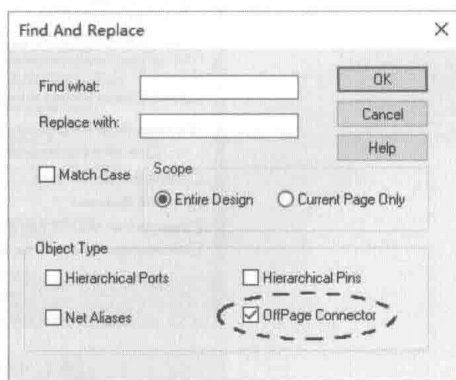

图 1.3.14 替换
- (4) 打开任意一页, 执行菜单命令 “Edit” → “Global Replace”。勾选 “OffPage Connector”, 如图 1.3.14 所示, 然后在对话框中填出替换的内容即可。